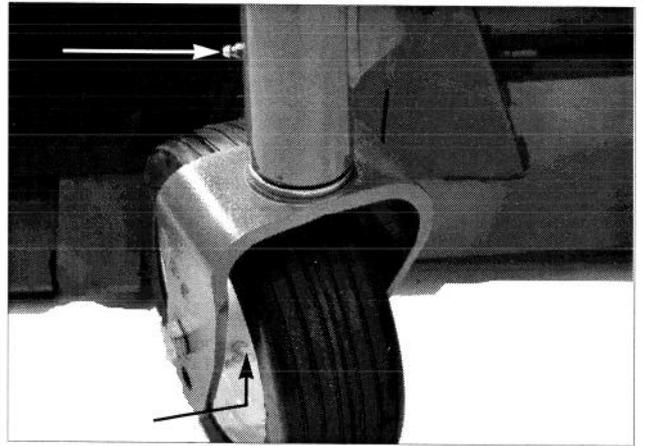
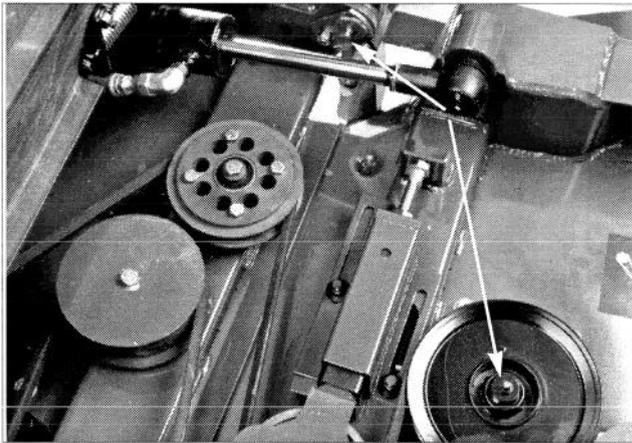
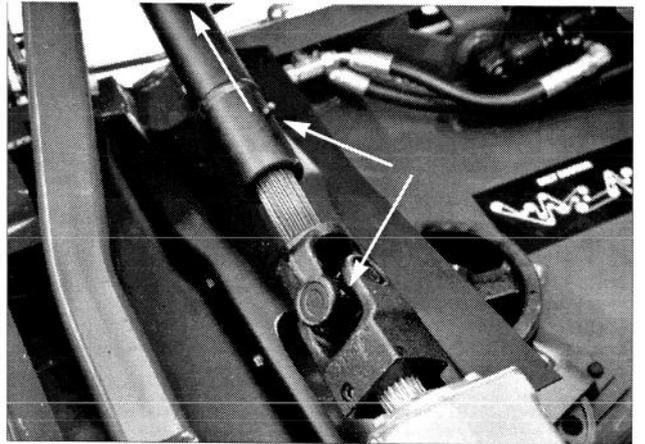

Figure 32
Figure 31
Figure 33
Unité de coupe (machines à 2 & 4 roues motrices - axes des lames (7) et axes pivots des unités latérales (4) (Fig. 31); roues pivotantes (6); arbre de fourche pivotante (4) (Fig. 32); joints à rotule des bras de relevage (2) et assemblage de l'arbre de commande prise de force à boîte de vitesse (3) (Fig. 33).